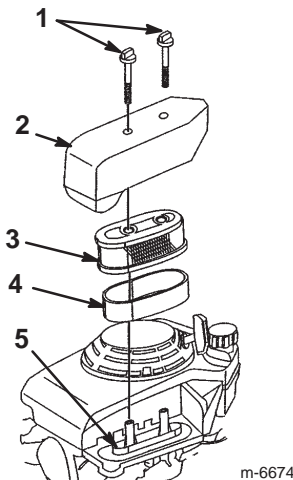

Figure 17
3. Retirez les 2 boulons à oreilles qui fixent le couvercle (Fig. 17).
5. Déposez les éléments en mousse et en papier de la base (Fig. 17).
6. Sortez l'élément en mousse de l'élément en papier (Fig. 17).